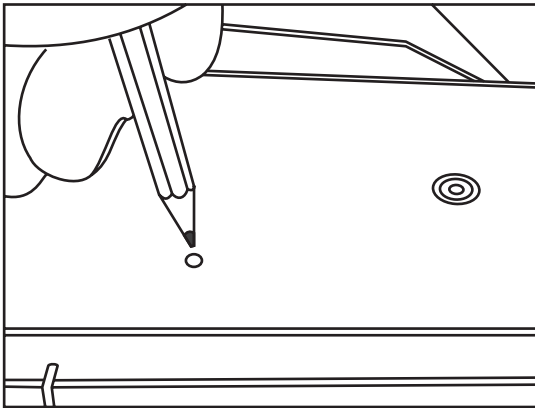

Рис. 2
- включить изделие, переведя выключатель питания в положение включено (символ $\langle I \rangle$), и нажать один раз на кнопку на нижней части корпуса сетевого фильтра. См. рис.2.